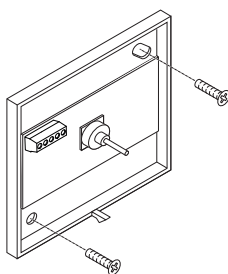

Fig. 2
4. Fixer la plaque de montage au mur à l'aide des vis (fig. 2).
2. Retirer le cadre (fig. 2).